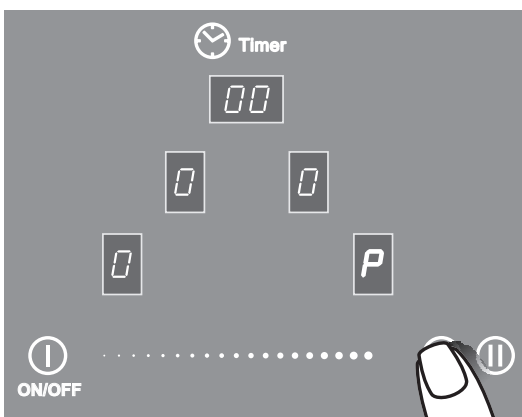

Рис.14
Если необходимо установить усиленный уровень мощности (BOOSTER), необходимо коснуться зоны «P» (рис.14). При необходимости режим «P» можно выключить, уменьшая мощность перемещением пальца по специальной поверхности ^④. Если на конфорку не установлена посуда, в информационном окне конфорки будет светиться символ «U» - «кастрюля не обнаружена» и нагрев не производится.